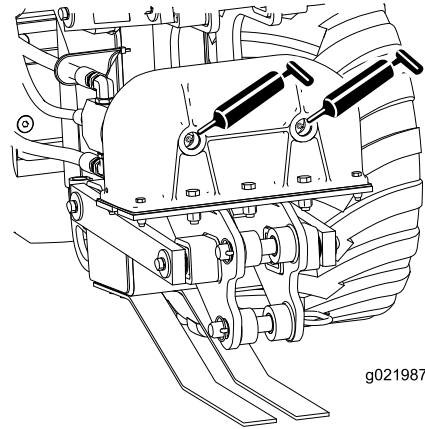

Figure 22
2. Raccordez une pompe à graisse à chaque graisseur (Figure 22, Figure 23 et Figure 24).